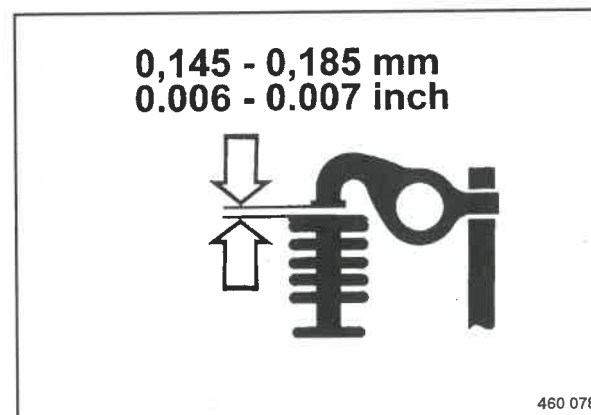

Fig. 130
- Controllare la fessura tra il dito del bilanciante e la valvola con uno spessore (Fig. 130).